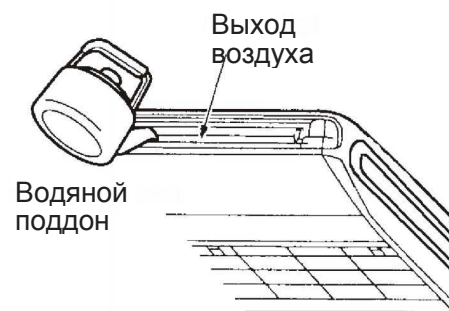

Рис.5
- Залейте 600 мл воды в сливной поддон выхода воздуха для проверки слива (Рис. 5)